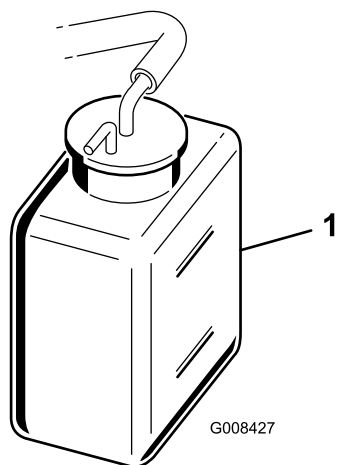

Рисунок 45
2. Проверьте уровень охлаждающей жидкости (Рисунок 45).